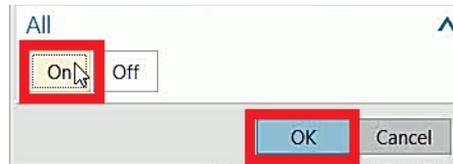

Figura 5.22 Ventana Geometry Options.
- Al abrirse la nueva ventana, dar click en **On**. Y posteriormente en **Ok** (Figura 5.22).